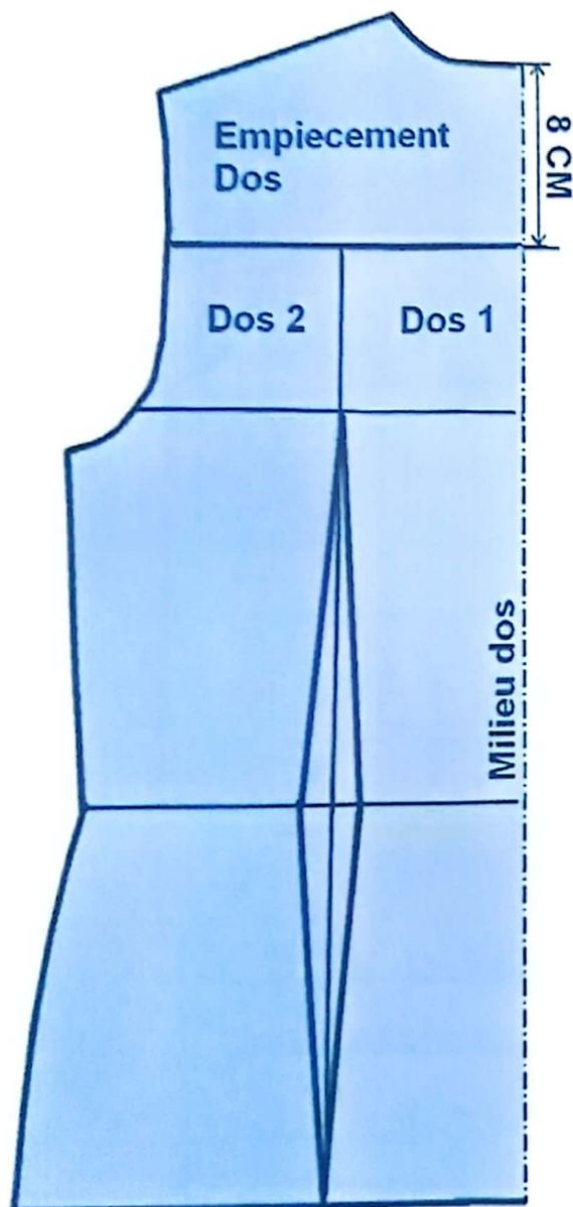

FIG. 4
- Tracez, à partir de ce point, une ligne horizontale vers l'emmanchure (fig.4).
- Tracez la découpe bretelle sur le prolongement de la ligne milieu pince dos jusqu'à la découpe de l'empiècement (fig.4).